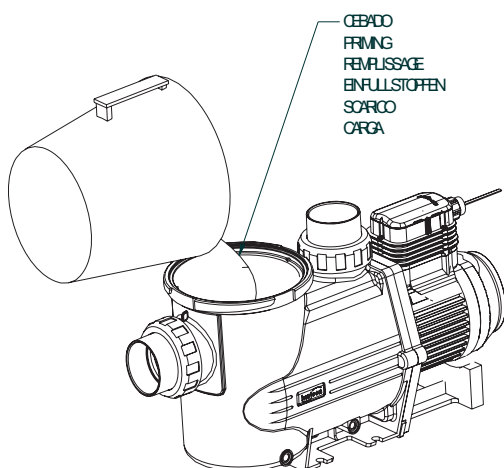

Fig. 4
- Cuando se coloque una bomba de cebado automático sobre el nivel del agua, la diferencia de altura no debe ser mayor a los 2 metros (Fig. 4), y debe asegurarse de que la tubería de succión sea lo más corta posible dado que una tubería larga podría aumentar los tiempos de drenaje y causar pérdidas de carga en la instalación.